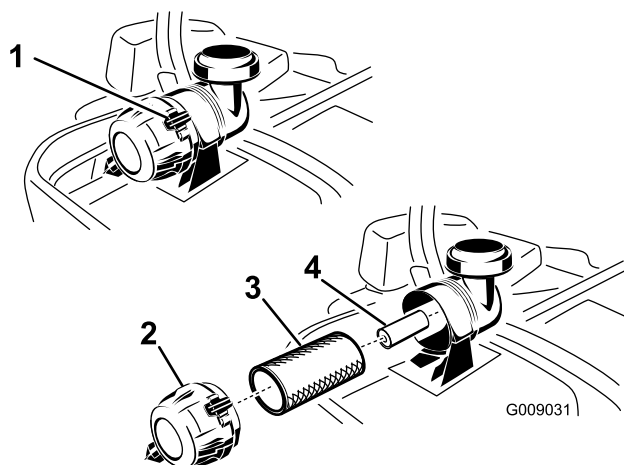

Figura 47
3. Presione hacia abajo para abrir los cierres del limpiador de aire, y tire de la tapa de la entrada de aire para separarla del cuerpo del limpiador de aire (Figura 47).
5. Extraiga con cuidado el filtro primario del cuerpo del limpiador de aire (Figura 47). Evite golpear el filtro contra el lado de la carcasa.
1. No limpie el filtro de papel, cámbielo (Figura 47).
2. Si va a cambiar el filtro secundario, deslícelo cuidadosamente en el cuerpo del filtro (Figura 47).
3. Deslice cuidadosamente el filtro primario por encima del filtro secundario (Figura 47).
5. Instale la tapa del limpiador de aire y gírela hasta que los enganches la bloqueen en su sitio (Figura 47).